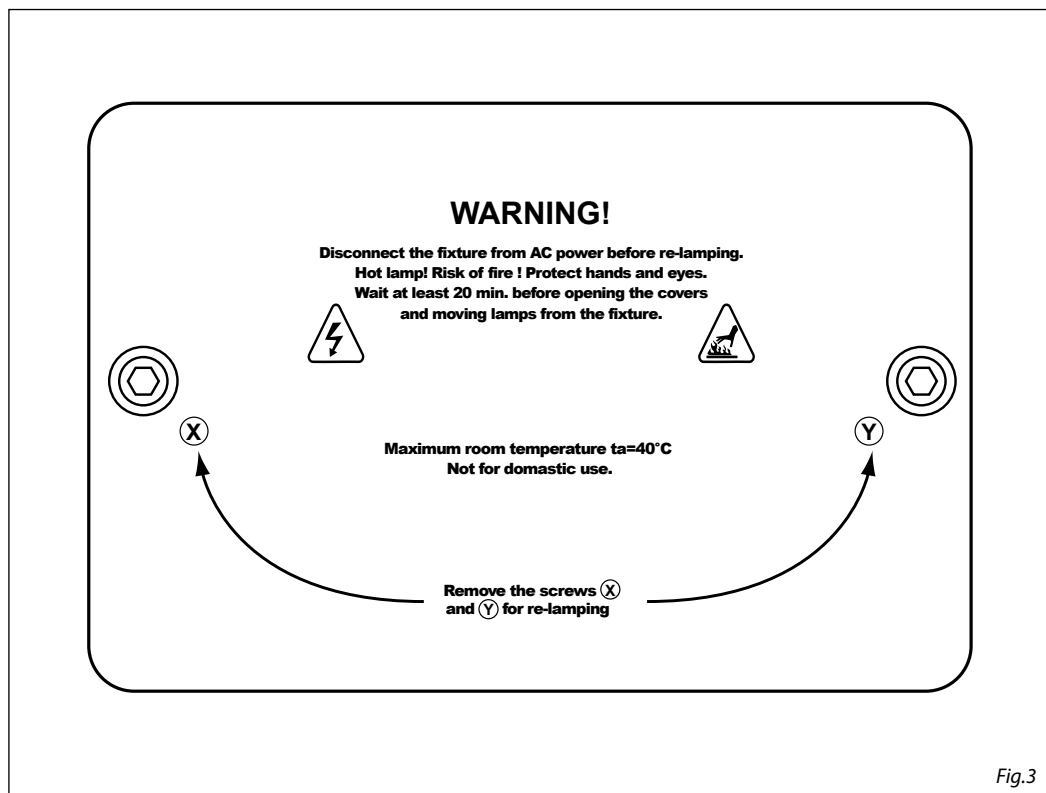

Fig.3
1. Disconnettere la spina di alimentazione dell'unità, svitare le 2 viti (X,Y) per rimuovere la copertura della lampada (fig.3) posizionata nella parte posteriore della testa mobile.